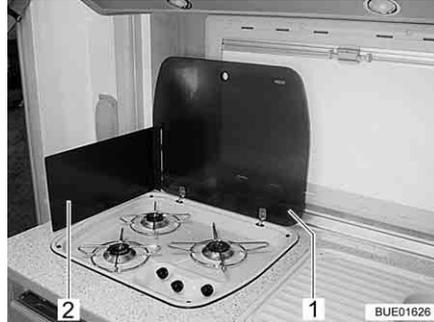

Bild 215 Gaskocher
- Gaskocher-Abdeckung (Bild 215,1) öffnen.
- Je nach Modell Flammenschutz (Bild 215,2) ausklappen oder aufstellen.